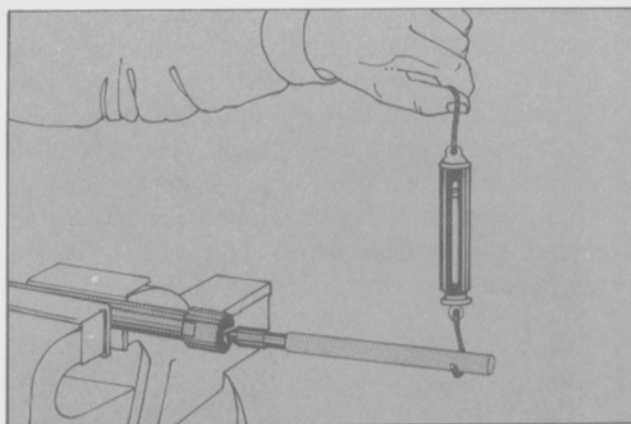

Fig. 14 - Comprobando la fuerza de despegue con la herramienta T72P-3504-BAS.
- Colocar las barras de acoplamiento sin llegar al ajuste final. Comprobar la fuerza de despegue de las barras enganchando la herramienta T72P-3504-BAS aproximadamente a 200 mm del centro de la rotula (Fig. 14). La fuerza necesaria para mover las barras debe estar comprendida dentro de los valores especificados.